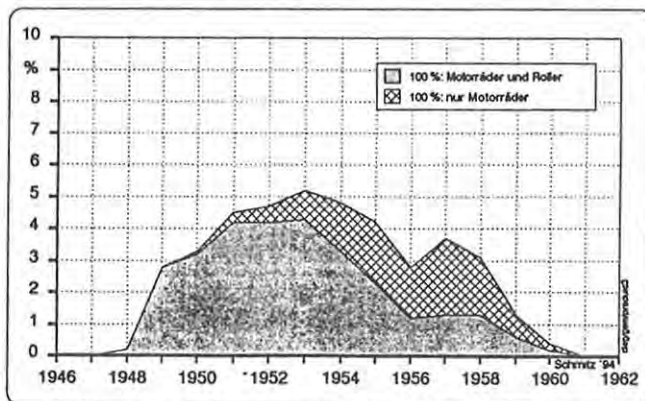

Bild 1: Horex-Produktionsanteil in Deutschland (West)
HOREX baut mit der SB35 die stärkste deutsche Serienmaschine und produziert davon in dem Jahr 2.315 Stück. Damit ist auf der Rangliste der Hersteller allerdings nur der 10. Platz zu belegen, was einem Anteil an der westdeutschen Produktion von unter 3% entspricht (siehe Bild 1). Diesen Status hatte HOREX auch schon in der zweiten Hälfte der 30er Jahre. Die Inhaber der ersten drei Plätze, NSU, Zündapp und BMW - die Auto-Union baute in Ingolstadt gerade erst wieder die ersten RT 125 - produzierten zusammen schon weit über 40.000 Fahrzeuge und deckten damit über 50% der gesamten
Deshalb gibt es auch in Bild 1 eine unterschiedliche Bezugsbasis für die 100%-Menge: 'Mal sind die Roller mitgezählt, 'mal nur Motorräder allein zu Grunde gelegt. Für den HOREX-Anteil an der Produktion macht das in der zweiten Hälfte der 50er Jahre einen ganz erheblichen Unterschied, wie wir sehen. Da wäre, wie das Beispiel Heinkel zeigt, mit einem modernen Viertakt-Roller wie dem Rebell sicher noch einiges zu verdienen gewesen. Aber das Geld für zusätzliche Investitionen über Resi und Imperator hinaus fehlte 1956, dem Jahr der Vorstellung des Prototyps schon! Sehr spät wäre es auch zu diesem Zeitpunkt schon gewesen. Aber auf's Thema Roller komme ich gleich noch einmal zu sprechen.
Offensichtlich ist der Exportanteil bei BMW erheblich höher, als bei HOREX. Der Blick auf die gesamte Motorradproduktion zeigt, daß HOREX an den rund 210.000 im Westen hergestellten Fahrzeugen (ohne Mofas und Roller) einen Anteil von nun etwas über 3 % hat (siehe Bild 1). Die Produktion ist also seit '48 um ein Vielfaches ge-stiegen, die bei HOREX in etwa gleichem Maße mitgewachsen. Damit können wir uns jetzt ein Bild von der Position machen, die HOREX unter den Herstellern im Westen einnimmt. Trotz aller Marktbewegungen in den nächsten Jahren wird sich diese auch nicht mehr wesentlich ändern. HOREX hat:
- ca. 3 % bis maximal 5 % Anteil an der westdeutschen Produktion (siehe Bild 1, ohne Roller)